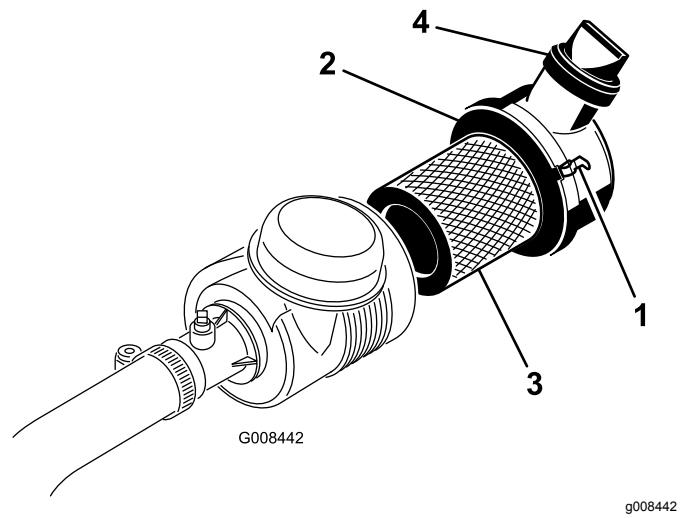

图38
- 松开将空气滤清器盖固定到空气滤清器壳体上的搭扣 图38。
7. 安装盖子并固定闩锁 图38。